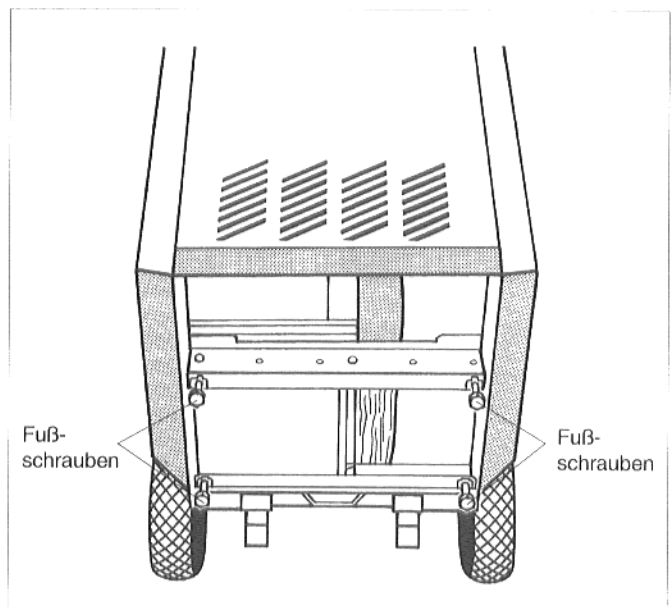

Abb. 4: Kesselunterseite
- Die vier Fußschrauben bis auf ca. 5-10 mm in die Gewinde in den Bodenschienen von unten eindrehen (Abb. 4).